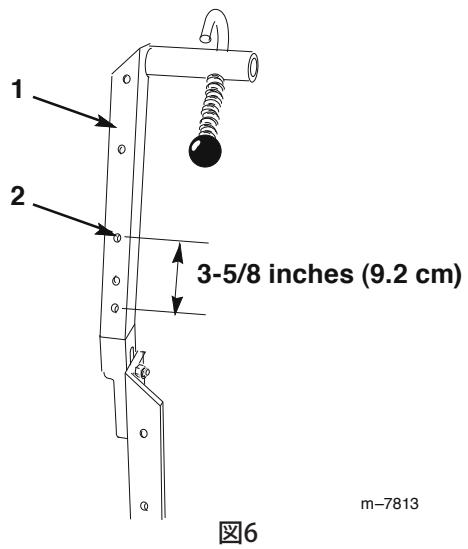

図6
- 標準ブームを取り付けた散布車の場合は、右側ブーム・ホルダーについている1番下の穴の中心から上に9.2 cm の位置に、直径 8.4 mm の穴を開ける(図6)。